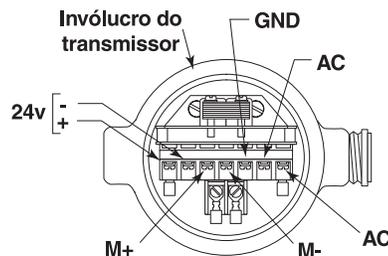

Figura 9
2. Conecte os fios de fase e neutro aos terminais marcados AC. Conecte o fio de terra ao terminal marcado GND. Veja a figura 9.